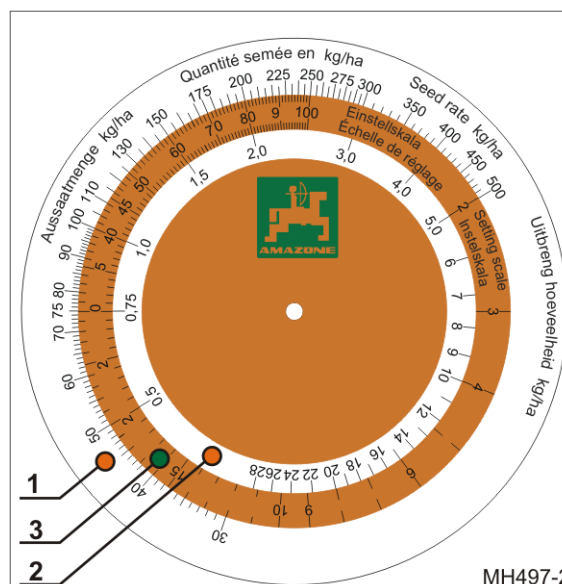

Fig. 39
- eine äußere weiße Skala (Fig. 39/1) für alle Aussaatmengen über 30 kg/ha
- eine innere weiße Skala (Fig. 39/2) für alle Aussaatmengen unter 30 kg/ha
- eine farbige Skala (Fig. 39/3) mit allen Getriebestellungen von 1 bis 100.